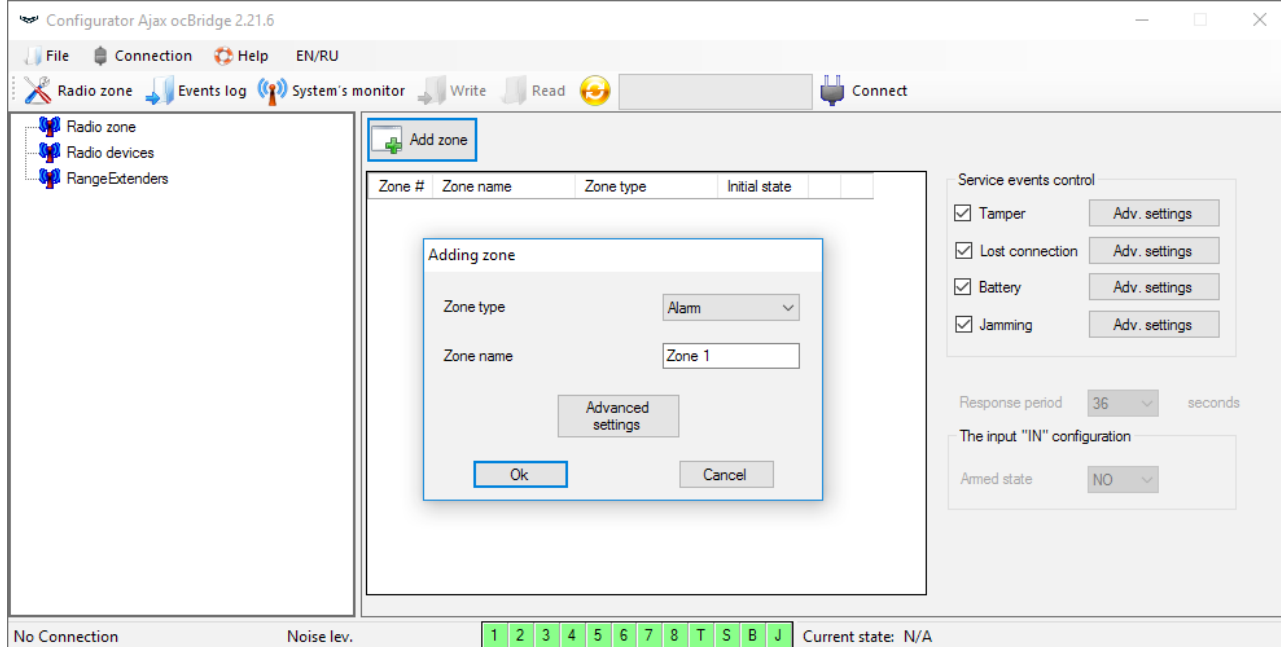

Imagen 3. Agregar una zona
2. Todos los dispositivos que desea conectar al ocBridge Plus deben registrarse con la ayuda del «**Ajax ocBridge Plus configurator**». Para registrar los sensores, es necesario crear zonas de radio en el configurador en caso de que no se haya hecho antes. Para hacer esto, seleccione la «**Zona de radio**» y seleccione el botón «**Agregar zona**» (Imagen 3).